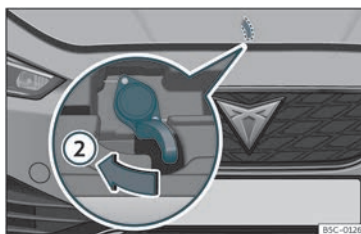

Fig. 213 Palanca sota el capó.
- Per aixecar el capó, feu pressió cap a l'esquerra amb el palmell de la mà mirant cap avall a la palanca situada sota el capó, al centre»» fig. 213 ②. Els ganxos de subjecció queden desbloquejats.